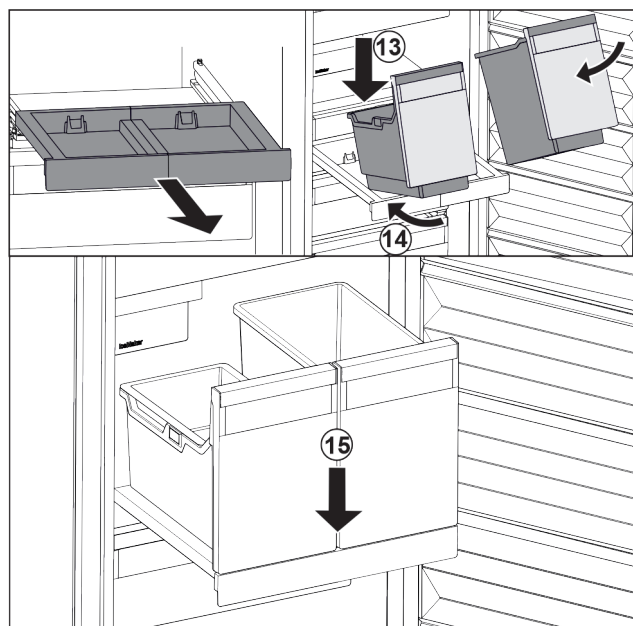

Fig. 39
- ▶ Поставете съда под ъгъл върху изтеглящата се дъска. Fig. 39 (13)
- ▶ Вкарайте съда под ъгъл назад. Fig. 39 (14)
- ▶ Спуснете съда отпред. Fig. 39 (15)